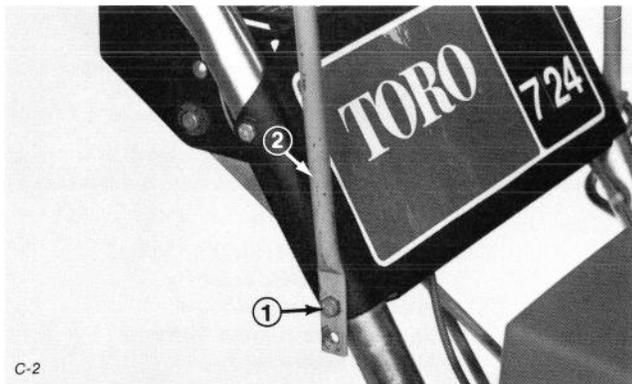
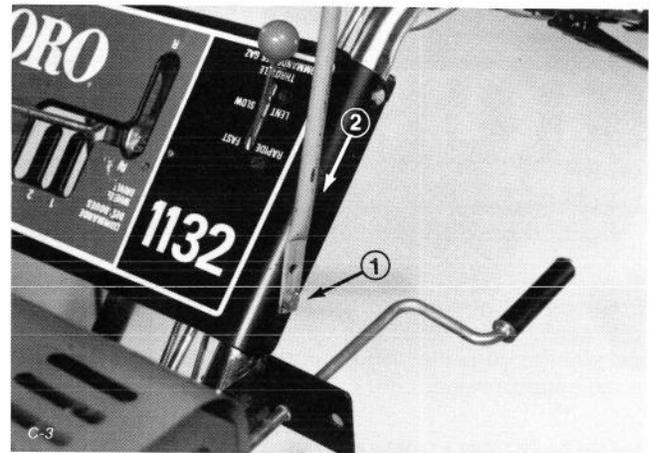

Figure 4
Figure 5
**Remarque :** pour installer la cabine sur les déneigeuses 524, 724 et 824, servez-vous de l'orifice de montage supérieur du support d'attache (figure 4). Sur les 826 et 1132, utilisez le trou de montage inférieur (figure 5).
2. Posez l'avant de l'armature (supports d'attache) sur le guidon et fixez-le avec les boulons à tête ( $\frac{1}{4}$ -20 x 2.00") et écrous fournis (figures 4 et 5).